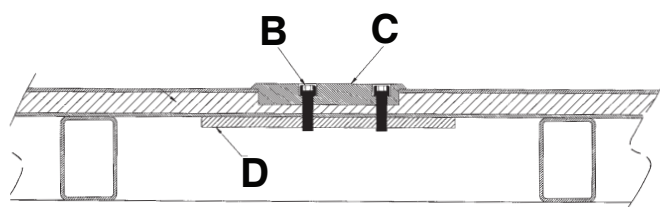

Figure 17 – Ancrer la plaque murale dans les ouvertures encastrées
- À l'aide de deux vis d'assemblage à six pans creux de 3/8 po de diamètre (B) (non fournies), de grade 8 de préférence, ancrer chaque plaque de plancher (C) dans les ouvertures encastrées avec les trous taraudés orientés vers le haut (Figure 17).
Remarque - Une plaque d'appui en acier (ou équivalent) (D) (non fournie) est requise pour un soutien supplémentaire (Figure 17).